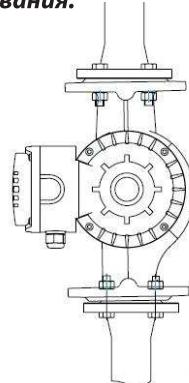

рис.1
**A.** Подшипник насоса смазывается перекачиваемой жидкостью, поэтому не запускайте насос насухо более 10 секунд (рис.1)
- Циркуляционный насос ВСЕГДА устанавливайте так, чтобы обеспечить положение оси вала насоса в горизонтальном положении, а клеммной коробки – сверху или сбоку (рис. 1).